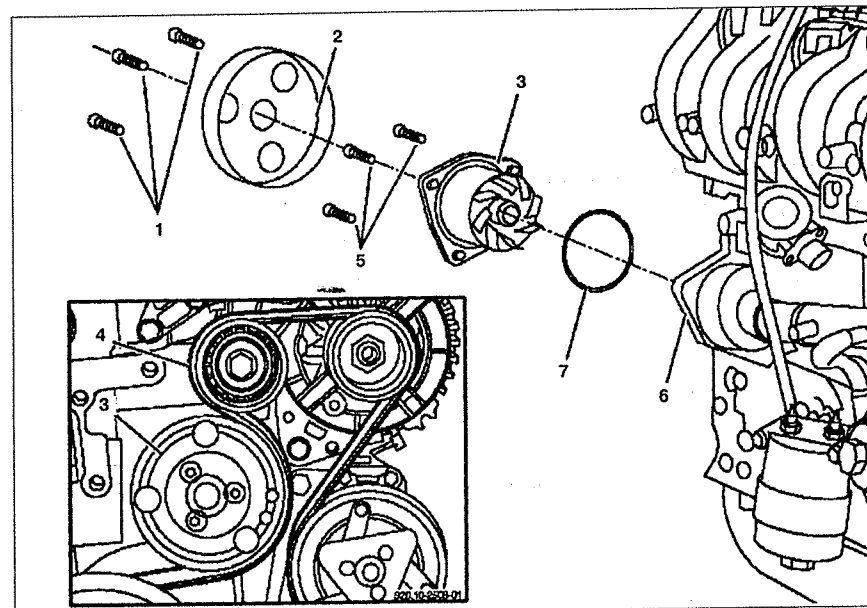

Рис. 3.35. Насос системы охлаждения:
3. Ослабьте болты 1 крепления шкива 2 (см.рис.3.35).